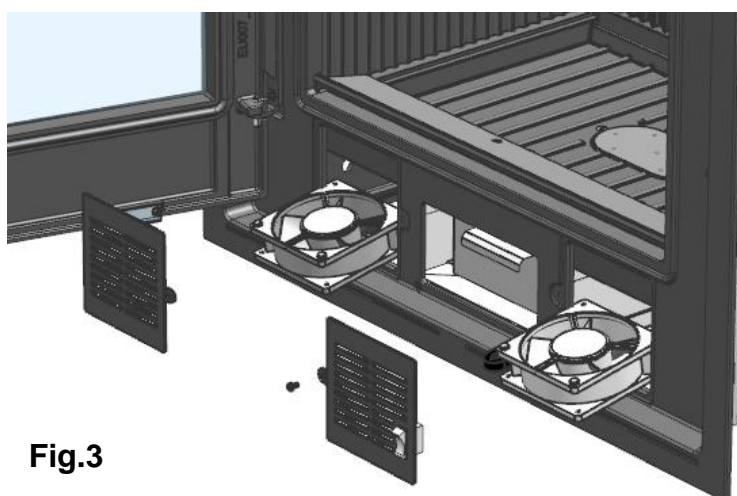

Fig.3
3. Remplacer le ventilateur endommagé et remonter l'ensemble ventilateur à sa place en réalisant les pas du démontage à l'inverse. **Fig.3**